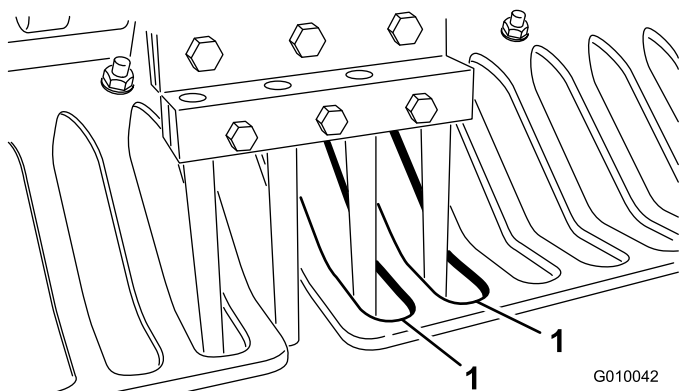

图 28
7. 检查打孔针对准护草板缺口的中心图 28。必要时调节护草板然后拧紧螺母。